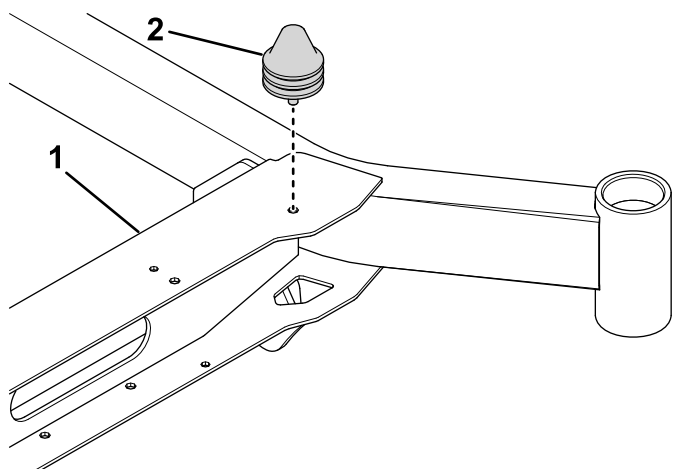

Figura 1
2. Rimuovete il paracolpi dalla traversa come illustrato nella Figura 1.